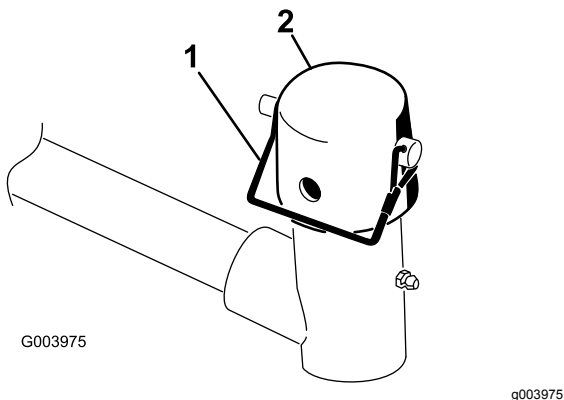

Bild 10
7. Nehmen Sie den Einraststift und die Kappe vom Gelenkjoch des Hubarms ab (**Bild 10**).
11. Befestigen Sie die Kappe und die Trägerschwinge mit dem Einraststift am Hubarmjoch (Bild 10).